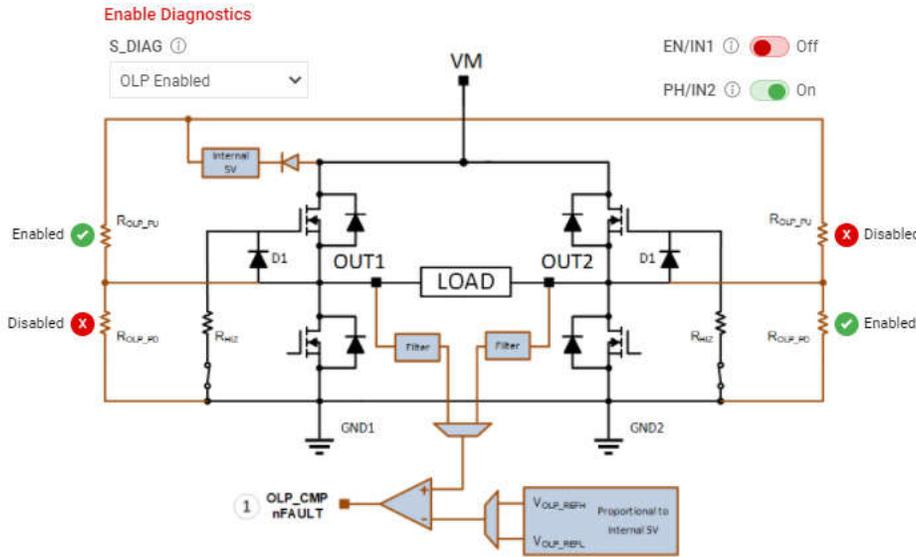

图 4-8. 无源诊断弹出窗口
- 无源/有源诊断：SPI 型号具有无源和有源诊断功能。无源诊断也称为离线无源 (OLP) 诊断，仅在启用驱动器为禁用状态 (关闭状态) 时才可使用。OLP 将显示在单独的弹出窗口中，如图 4-8 所示。此窗口中展示了器件数据表中的一个代表性表格，旨在提供执行无源诊断的指导。该表的每一行都包含以下几项的特定组合：用户输入选择、相应 OLP 设置以及 nFAULT 引脚上 OLP_CMP 比较器输出的负载状态推断。有关更多详细信息，请参见器件数据表。可以使用 SPI 器件的 GUI 进行所需的 S_DIAG 选择。对于硬件器件，启用无源诊断之前，必须在唤醒为“睡眠”状态时完成所需的 DIAG 跳线设置。在 nSLEEP 和 DRVOFF 输入为逻辑 1 时观察无源诊断。可以使用 GUI 中的开关来选择 EN/IN1 和 PH/IN2 的输入。由于 EVM 硬件和 GUI 应用程序之间的延迟，上拉、下拉电阻和 OLP_CMP 输出状态可能需要几秒钟的时间才能更新。